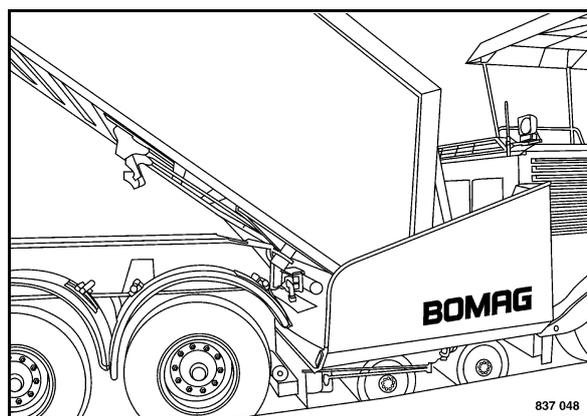

Fig. 97
- Riempire la tramoggia (Fig. 97).